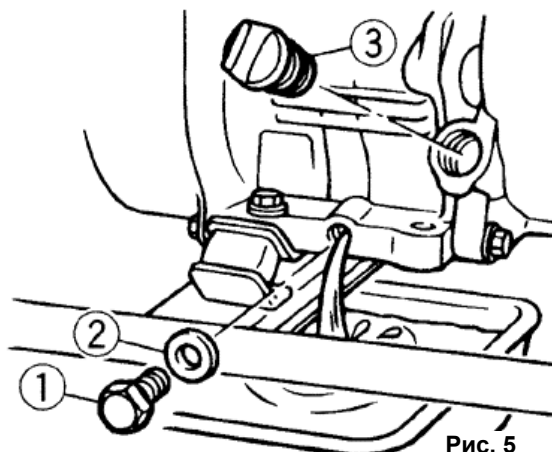

Рис. 5
- Очистите поверхность около сливной пробки (1)(См. Рис.5).
- Отверните сливную пробку (1)(См. Рис.5) и слейте масло.
- Проверьте состояние прокладки сливной пробки (2). При необходимости замените прокладку.